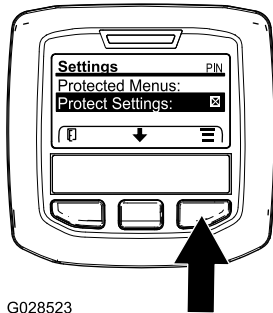

Figura 48
1. Din MAIN MENU (Meniu principal), utilizați butonul din mijloc pentru a derula în jos la SETTINGS MENU (Meniu Setări) i apăsați butonul din dreapta (Figura 48).